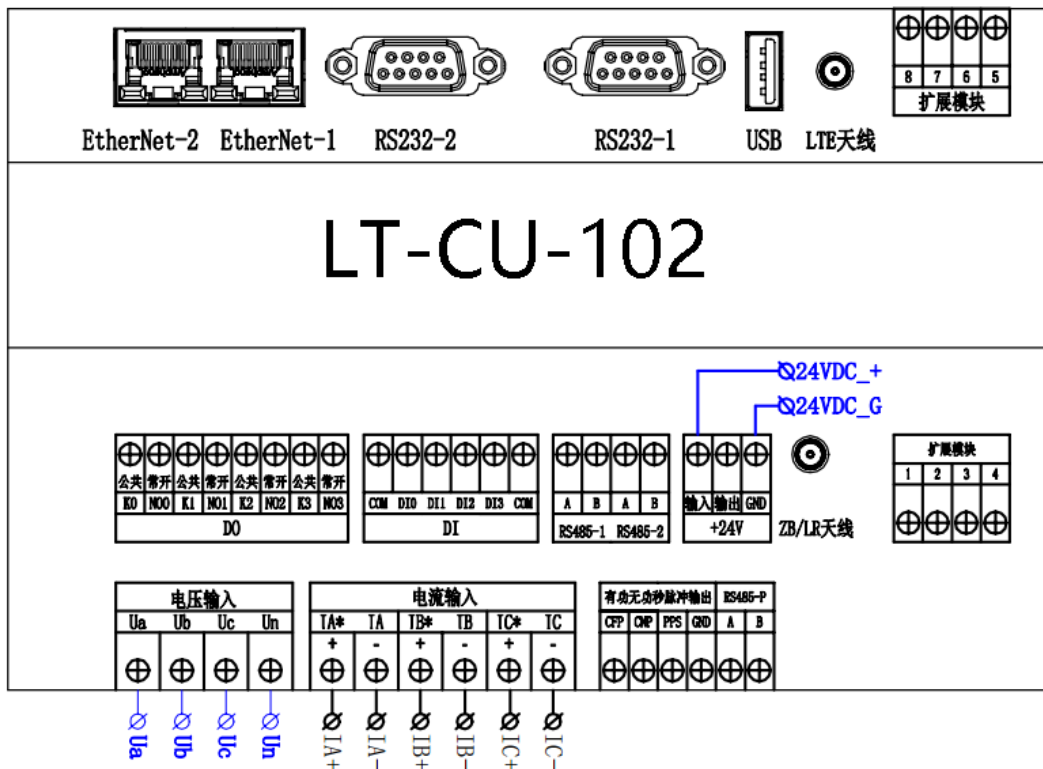

图 21 电源接线示意图 B
- 现场有交流采样需求，有 24VDC 电源时，可在“电压输入”Ua、Ub、Uc、Un 之间接入三相四线电压给 RTU 供电，同时在“+24V”输入和 GND 之间接入 24VDC 备用电源，如图 21 所示。